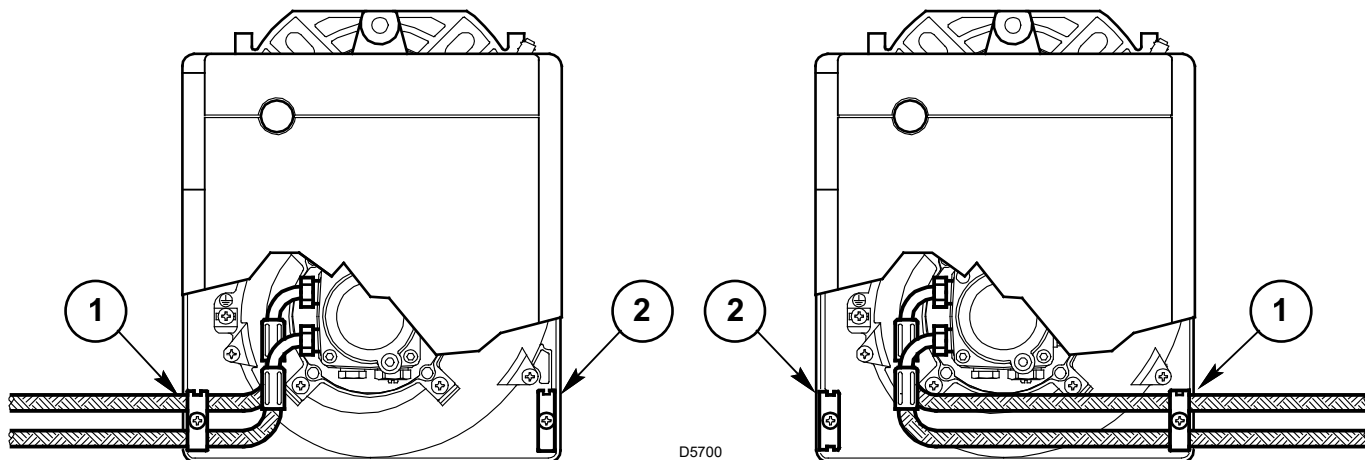

Abb. 6
Es muß jeweils die Halteschelle (1) bzw. der Verschlusswinkel (2) gewechselt werden, (vedi Abb. 6).